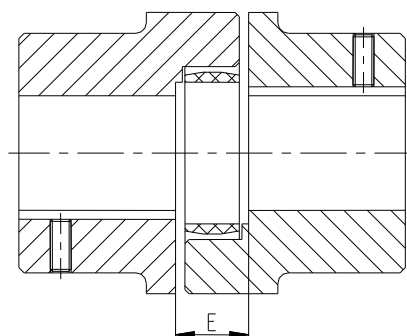

图 11: 联轴器的装配
- 轴向移动主动设备与被动设备以达到尺寸 E（参见图 11）。